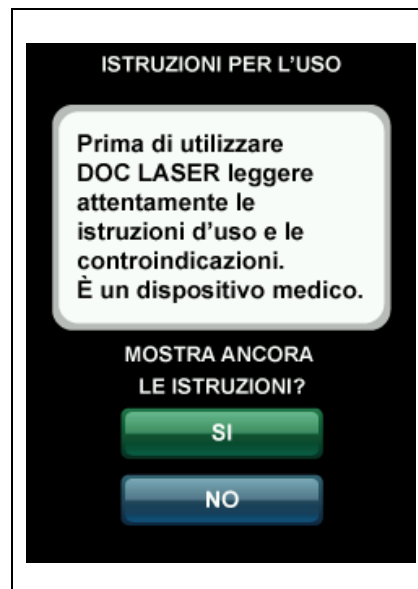

Figura 3-5: Pagine istruzioni
- Opzione che permette di visualizzare la pagina delle istruzioni all'avvio (vedi Figura 3-5).